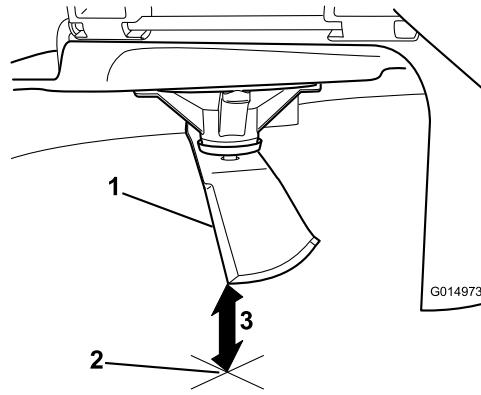

Figura 69
5. Mida desde la punta de la cuchilla hasta la superficie plana (Figura 69).